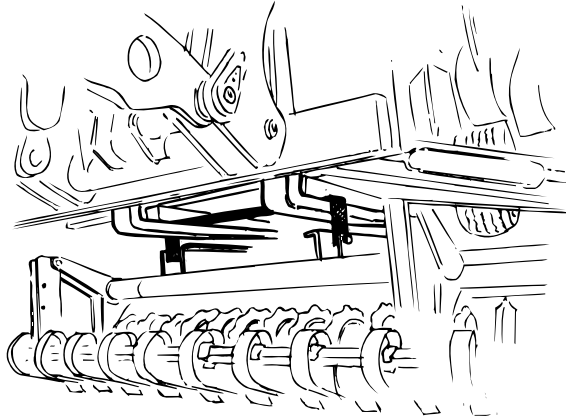

Рис. 2.1
Поднимите каток над основанием кузова грузовика с помощью вилочного погрузчика. Используйте транспортировочную опору, как показано на рисунке "Рис. 2.1".
- 2 Демонтируйте транспортировочную опору. См. “Рис. 2.1”. (Отдайте опору компании Väderstad).